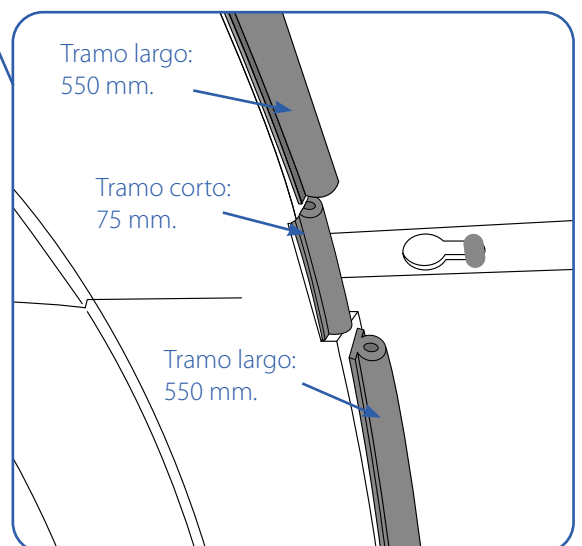

Fig. 10.23. Goma alrededor del cono.
- **Tramo corto: 75mm.** Puesto que en las uniones de cada octavo de cono hay unos rebajes, habrá que colocar unos trozos más pequeños en esas zonas. Dejar libres las dos del anclaje del poste de la válvula (Fig. 10.23.).